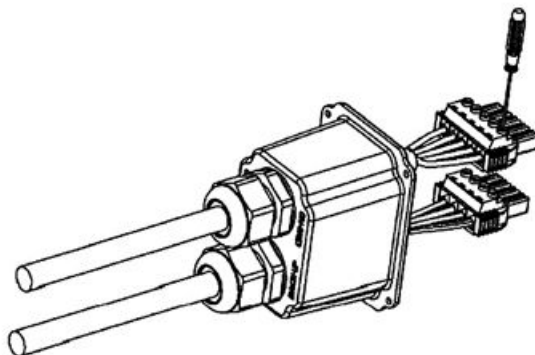

Abbildung 3.29
4. Stecken Sie die gut zusammengepressten Kabelenden in den AC-Anschluss aus der Zubehörbox und stellen Sie sicher, dass die Reihenfolge der Kabel mit der Markierung auf dem Anschluss übereinstimmt, wie in Abbildung 3.29: